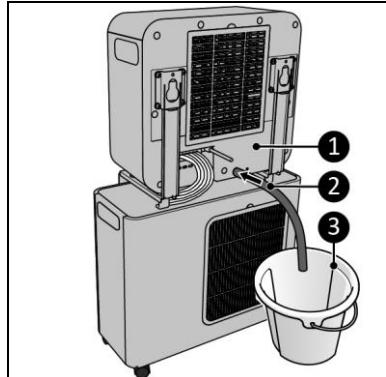

Figure 14
7. Raccordez le tuyau d'évacuation d'eau condensée (figure 14, pos. 2) à l'arrière de l'unité intérieure (figure 14, pos. 1).
8. Guidez le tuyau d'évacuation d'eau condensée (figure 14, pos. 2) vers un seau (figure 14, pos. 3).
- Le tuyau d'évacuation d'eau condensée (figure 14, pos. 2) doit être raccordé à l'arrière de l'unité intérieure et être guidé vers un seau (figure 14, pos. 3).